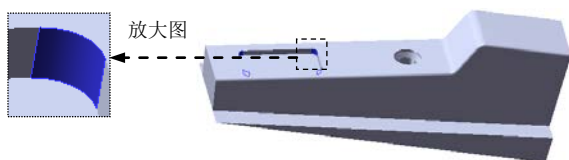

图 16.5.16 圆角 4
(4) 定义拔模参数。
① 定义拔模类型。在 **拔模类型(T)** 中选取  **中性面(N)** 选项。
② 定义拔模角度。在“拔模”对话框中 **拔模角度(G)** 区域的  文本框后输入拔模角度值 5.0。
③ 定义拔模沿面延伸。在 **拔模面(F)** 区域的 **拔模沿面延伸(A):** 中选取 **无** 选项。
(5) 单击  按钮，完成拔模 1 的创建。
Step10. 创建图 16.5.16 所示的圆角 4。
(1) 选择命令。选择下拉菜单 **插入(I)** → **特征(F)** →  **圆角(U)...** 命令（或单击  按钮），系统弹出“圆角”对话框。